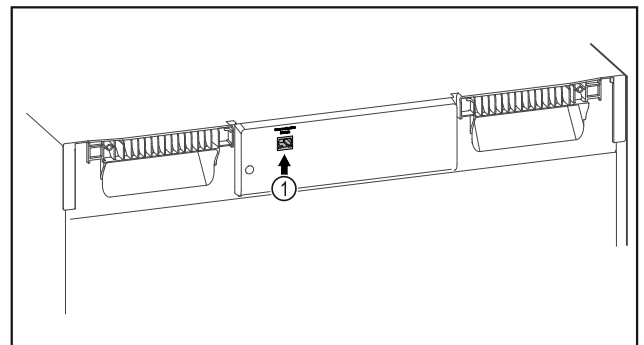

Fig. 82
- ☐ Το SmartModule Fig. 82 (1) χρησιμοποιείται.